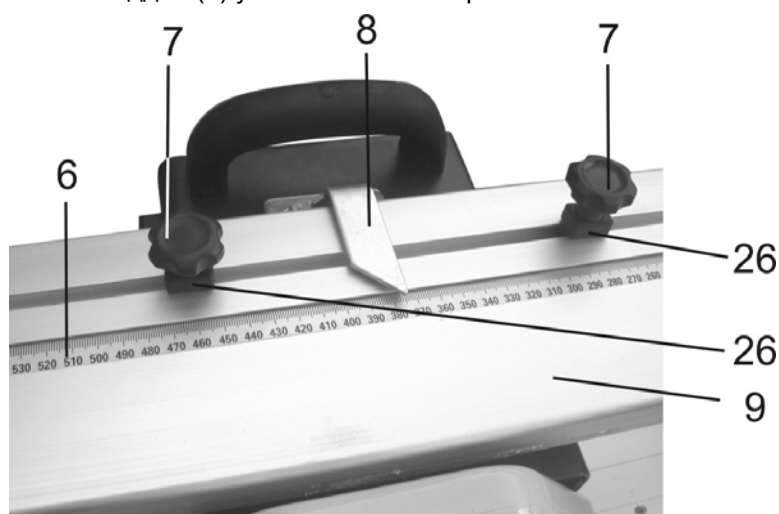

Рис. 6
9.2.3. На направляющей (9) установите ограничители (26) и гайками крепления (7) зафиксируйте положение, Рис. 6.